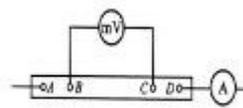
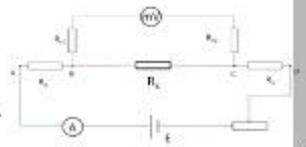

图 7-4 四端接法电路图
图 7-5 四端接法等效电路图
3. 图 7-4 所示为四端接法的低电阻 R_x ，其等效电路图 7-5 中， R_{i1} 包括如下附加电阻（AB 端的导线电阻和该支路的等效接触电阻）